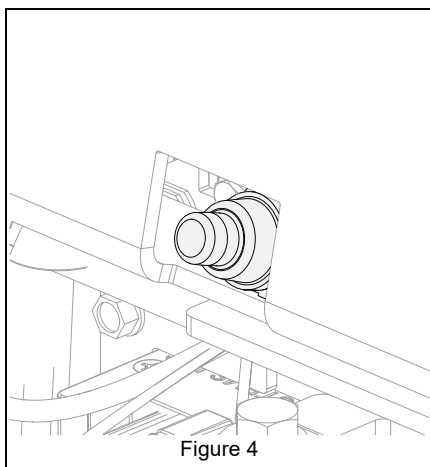

Figure 4
2. Repérer le contacteur de dossier. Voir Figure 4.